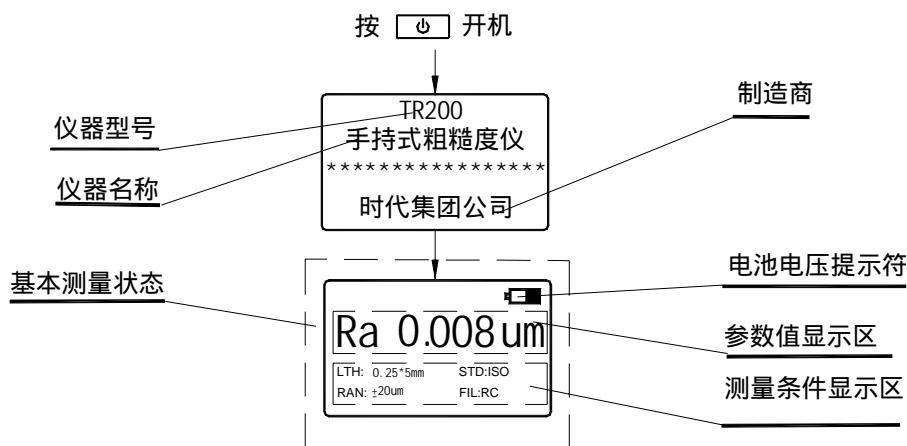

图 2-4 开机过程
按下电源键  松开后仪器开机，自动显示型号、名称及制造商信息，然后进入基本测量状态，如图 2-4 所示。
- 说明：1、第一次开机进入的基本测量状态中所显示的内容为本仪器的缺省设置，下次开机时将显示上次关机时所设置的内容，每次开机后均自动进入基本测量状态（如图 2-4 所示）。